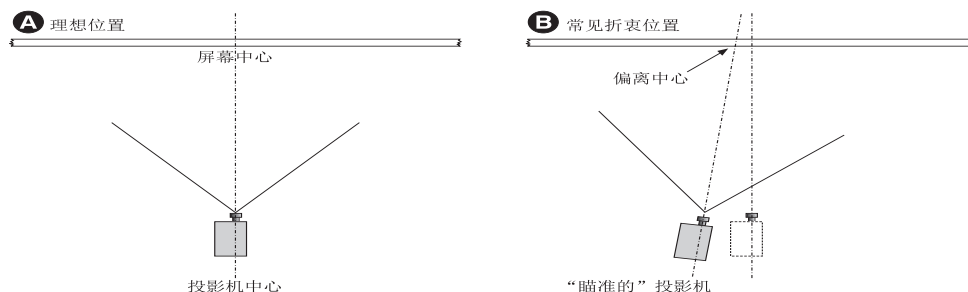

图 2-1 放置数字电影放映机
2. 将数字电影放映机置于适当的投影距离（数字电影放映机到屏幕的距离）和垂直位置。最好是将数字电影放映机安置在影院屏幕的中心。如果已有胶片数字电影放映机占据了空间，可使数字电影放映机略微偏离中心，如图 2-1 所示。这将稍微增加侧面的梯形失真，但会最大程度地降低所需的水平镜头偏移量。